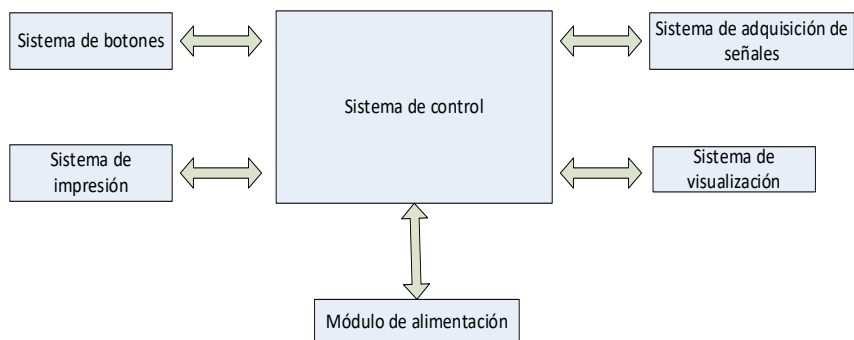

Figura 4-1 Diagrama de bloque de la unidad de control
(2) El principio del diagrama de bloque es mostrado en la Figura 4-1.